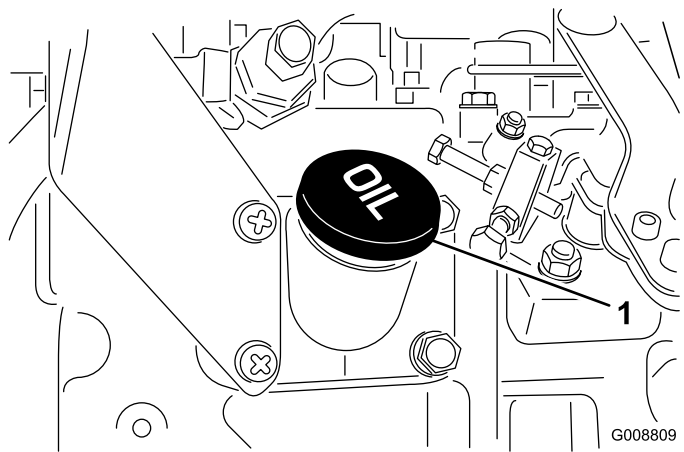

Figura 19
4. Se o nível de óleo se encontrar abaixo da zona de segurança, deverá retirar a tampa de enchimento (Figura 19) e adicionar óleo até que o nível atinja a marca Full (cheio). **Não encha demasiado.**